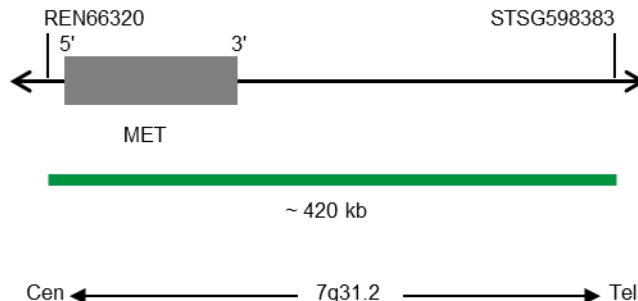

Fig. 1 : Carte de la sonde SPEC MET (pas à l'échelle)
- Polynucléotides marqués à la digoxigénine (~1,1 ng/μl), qui ciblent des séquences cartographiées en 7q31.2\* (chr7:116,298,989-116,718,699) hébergeant la région du gène MET (voir Fig. 1).